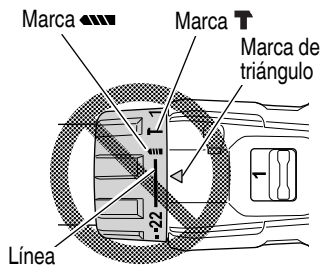

Fig. 15
- No usar con el dial del embrague en el número "22" y la línea en el medio de la marca de taladro. Si lo hiciese, se podrían producir daños. (Consulte la Fig. 15)